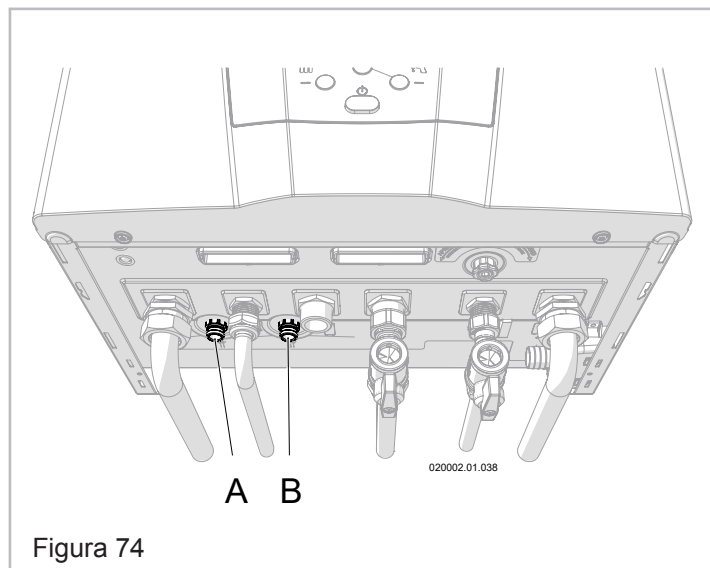

Figura 74
1. - Quando non è diversamente specificato fare riferimento a Figura 74;